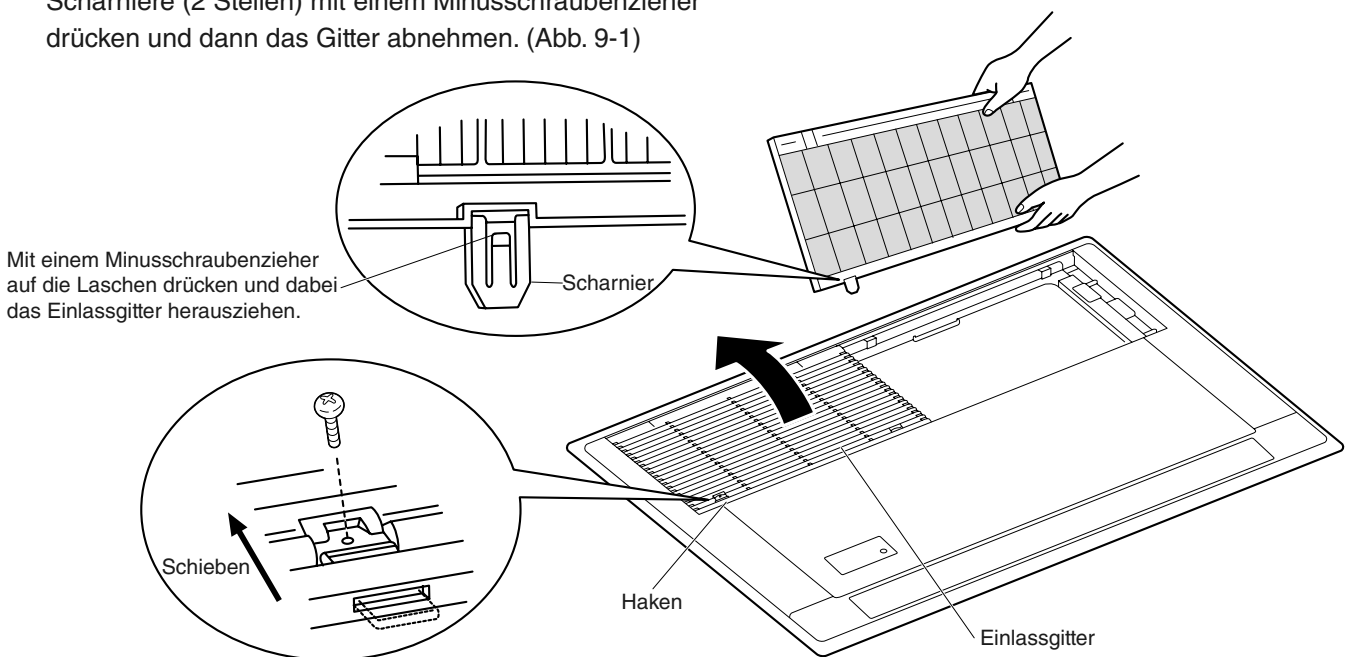

Abb. 9-1
- (1) Die beiden Schrauben entfernen, mit denen jedes der beiden Gitter befestigt ist. (Abb. 9-1)
- (2) Die Haken des Einlassgitters in Pfeilrichtung schieben, um das Gitter zu öffnen. (Abb. 9-1)
- (3) Bei geöffnetem Einlassgitter die Laschen der hinteren Scharniere (2 Stellen) mit einem Minusschraubenzieher drücken und dann das Gitter abnehmen. (Abb. 9-1)